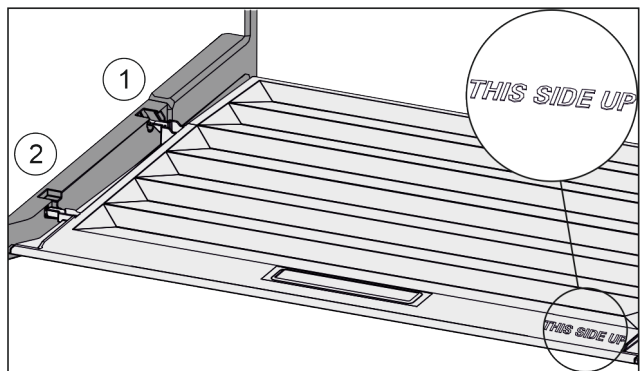

Fig. 38
- ▶ Introduire les rainures du couvercle par l'orifice du support arrière Fig. 38 (1) et les enclencher à l'avant dans le support Fig. 38 (2).